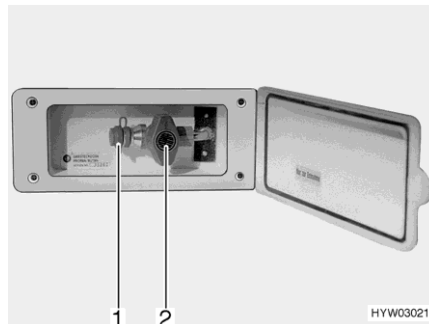

Fig. 193 Presa gas esterna (rubinetto di arresto del gas chiuso)
- Collegare l'apparecchio a gas esterno all'attacco (Fig. 193,1).
- Aprire il rubinetto di arresto del gas (Fig. 193,2).